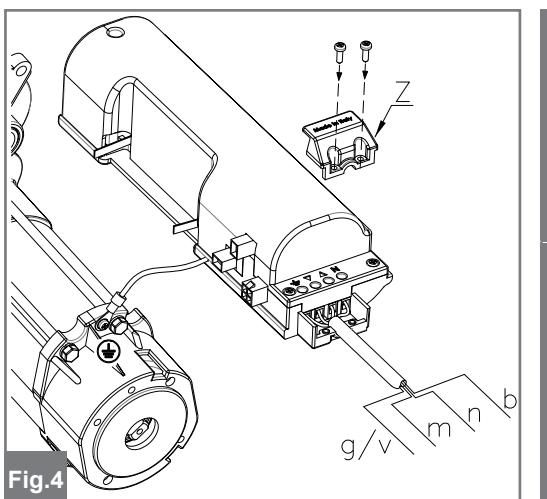

Fig.4
- 16) Passer le câble d'alimentation par le presse-étoupe « Z » effectuer les connexions(Fig.4). Important : respecter le commun du moteur « b » et connecter la terre. Avec électrofrein, il faut enlever le pont (Z) et connecter la bobine de l'électrofrein (V), (voir figure 6).
- 16) Pasaremos el cable por dentro el pasacables « Z » y haremos las conexiones del motor (Fig.4). Es muy importante respetar el común del motor “ b ” y conectar el cable de tierras. Con electrofreno, quitar el puente (Z) y enbollar la bobina del electrofreno (V), (ver gráfico 6).
- 16) Insira o cabo de alimentação no passa-fios "Z" e execute as ligações (ver fig. 4). É importante respeitar a ligação comum do motor "B" e executar a ligação à terra. Caso aplique o travão elétrico, remova a ponte (Z) e nos mesmos contactos ligue os 2 fios da bobina (V), (ver figura 6).